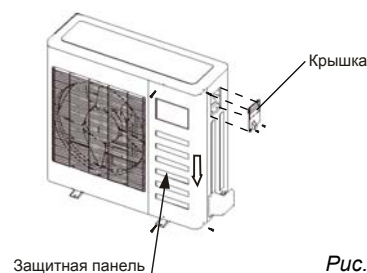

Рис. 14-1
- Снимите крышку, открутив болты. Если на наружном блоке отсутствует крышка, открутите болты, крепящие защитную панель, и снимите панель, сдвинув ее в направлении стрелки (см. рис. 14-1).